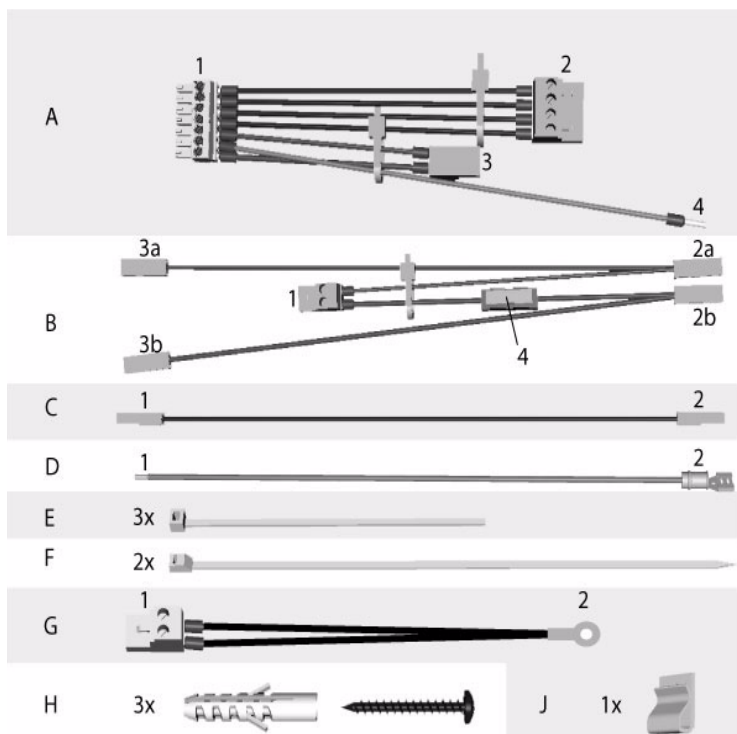

图 2 附件工具包物品
3. 将支架 J（图 2）固定在外壳背面，以便以后不使用电缆 B 的连接器时可以将其固定。